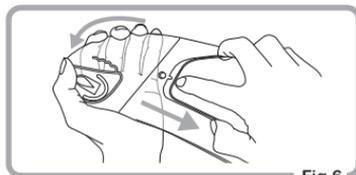

Fig.6
- ① Retire la visera del casco.
- ② Retire las lentes de inserción Pinlock® originales de los pasadores excéntricos flexionando la visera. (Fig.6)